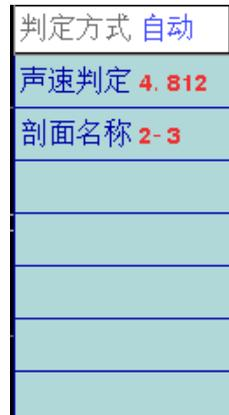

图 5.21 分析参数设置
按**参数**按钮，屏幕右侧显示分析参数设置界面，如图 5.21 所示。这里提供两种声速异常的判定方式：
- 2) 您还可以依照《测桩规程》中 10.4.3 规定的方法采用低限值作为声速异常判断临界值。此时需要将图 5.21 中的判定方式改为引用后，在声速判定处输入声速低限值。